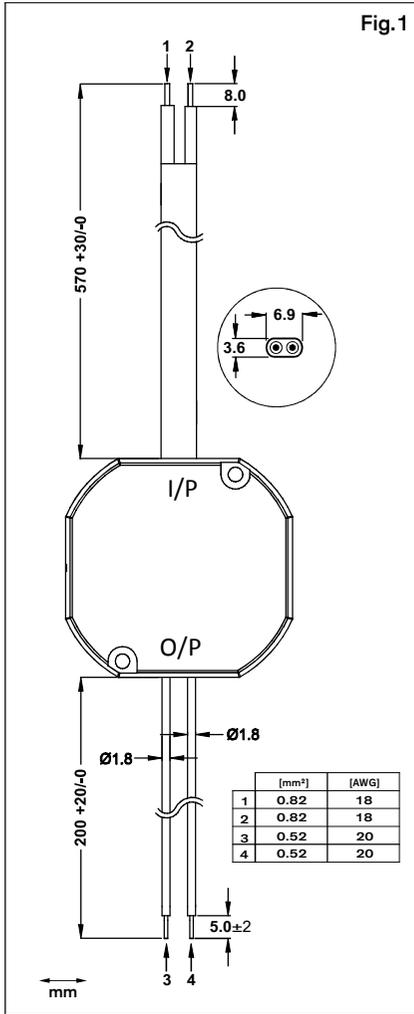

Fig.1
- Todos los cables de entrada y salida deben tener valores nominales adecuados para la fuente de alimentación y deben conectarse con la polaridad correcta. Fig.1